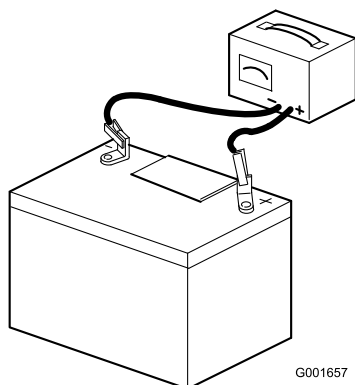

Figura 7
7. Ligue um carregador de baterias de 3 a 4 amperes aos pólos da bateria (Figura 7). Carregue a bateria com um carregador de bateria de 3 a 4 amperes, durante 4 a 8 horas.